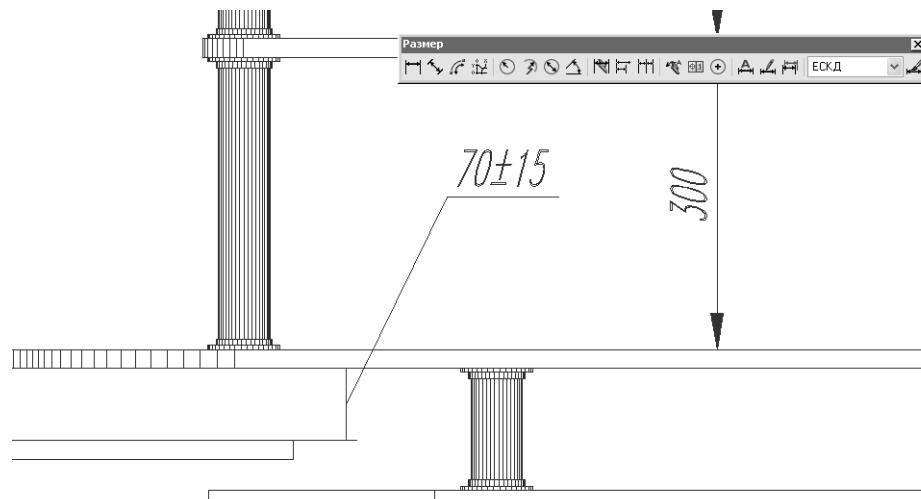

Рис. 11.35 ▼ Размер, указанный с предельными отклонениями
13. Нажмите **Enter** для завершения команды **Диалрепд** (DDEDIT). Теперь высота размещения клавиатуры указана с величиной предельного отклонения 15 мм (рис. 11.35).
Если вы все еще испытываете затруднения с перемещением размеров, измените масштаб изображения так, как показано на рис. 11.35 и щелкните на раз-